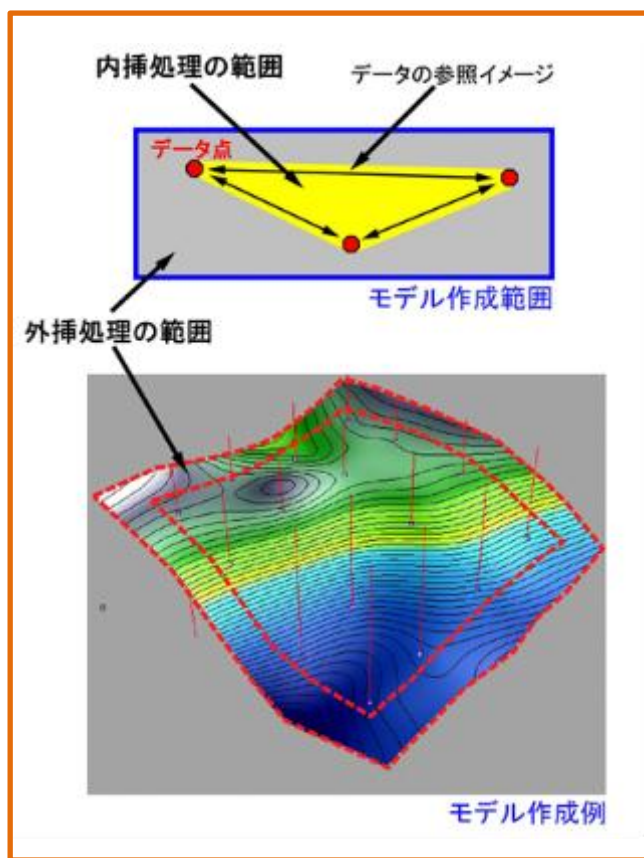
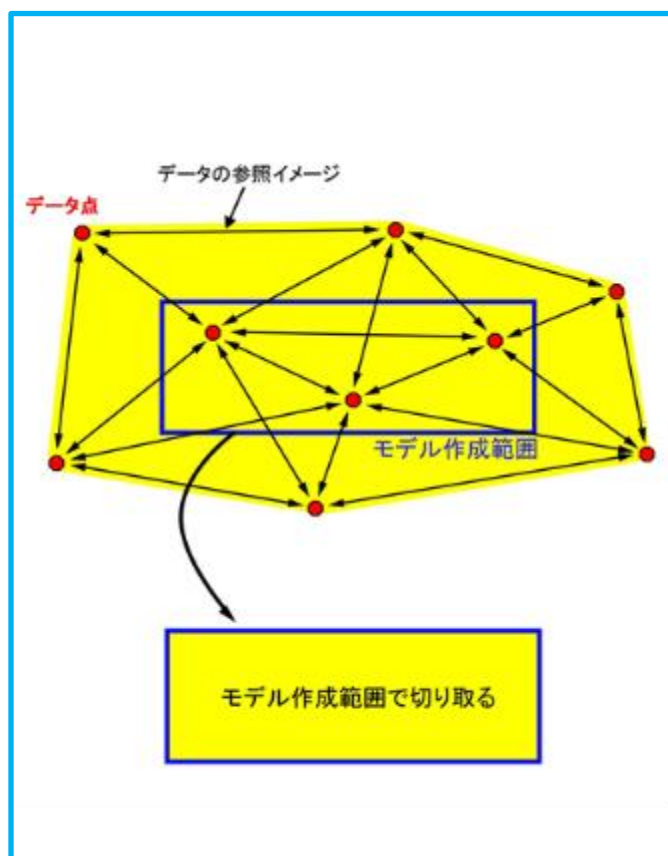

図1 サーフェスモデル形状の発散例※
図2 サーフェスモデルの発散を抑える方法※
(2) 解析領域の考え方
- ◆この場合、図1 のようにモデル作成範囲内のみに“データ点”が分布すると、外挿処理範囲の形状が発散します。この発散を極力抑えるため、図2 に示すモデル作成区域外のデータも使い、モデル作成範囲よりも広い範囲で境界サーフェスモデルを計算することが望ましいと考えられます。